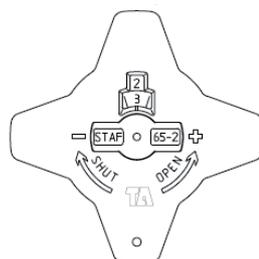
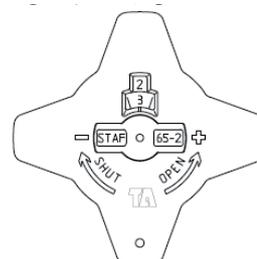

Fig. 1 - Completamente chiusa
Fig. 2 - Aperta 2,3 giri
È noto come ogni rete di distribuzione, anche la più semplice, sia costituita da più diramazioni, aventi portate che devono essere ben definite in sede di progetto, e che devono poi corrispondere ai valori calcolati durante l'esercizio. È evidente che in un sistema non equilibrato (Fig.1) i circuiti più vicini alla pompa ricevono una portata eccessiva, mentre quelli più lontani risultano più sfavoriti: le differenze di temperature rilevabili nei diversi ambienti oltre a creare situazioni di malessere comportano un aumento dei consumi. In questo contesto l'eventuale presenza di valvola termostatiche o di regolazione può essere fonte di fenomeni di rumorosità. L'installazione delle valvole di taratura e bilanciamento **Serie STAF-SG** (Fig. 2) su collettori di centrale termica, alla base di colonne, a monte di zone o di unità di produzione e scambio, permette, una volta eseguite le opere di tarature, di garantire una corretta distribuzione della portata con immediati benefici di comfort e riduzione dei consumi, oltre che rendere realmente efficiente il sistema di regolazione.
1. chiudere completamente la valvola (Fig.1);
2. aprire la valvola di 2,3 giri (Fig. 2);
Per controllare la taratura, chiudere la valvola. L'indicatore dovrà indicare 0,0. Aprire quindi completamente la valvola. L'indicatore dovrà indicare il valore di taratura, in questo caso 2,3 (Fig. 2). Per la corretta scelta della valvola e della sua pre-taratura (caduta di pressione), fare riferimento al nomogramma che illustra la caduta di pressione con diverse tarature e portate per tutte le dimensioni delle valvole. Per la verifica in campo, mediante manometri differenziale (Serie BVT-SET), togliere il tappo ed inserire l'ago attraverso la tenuta della presa; le prese di misura sono ad autotenuta.